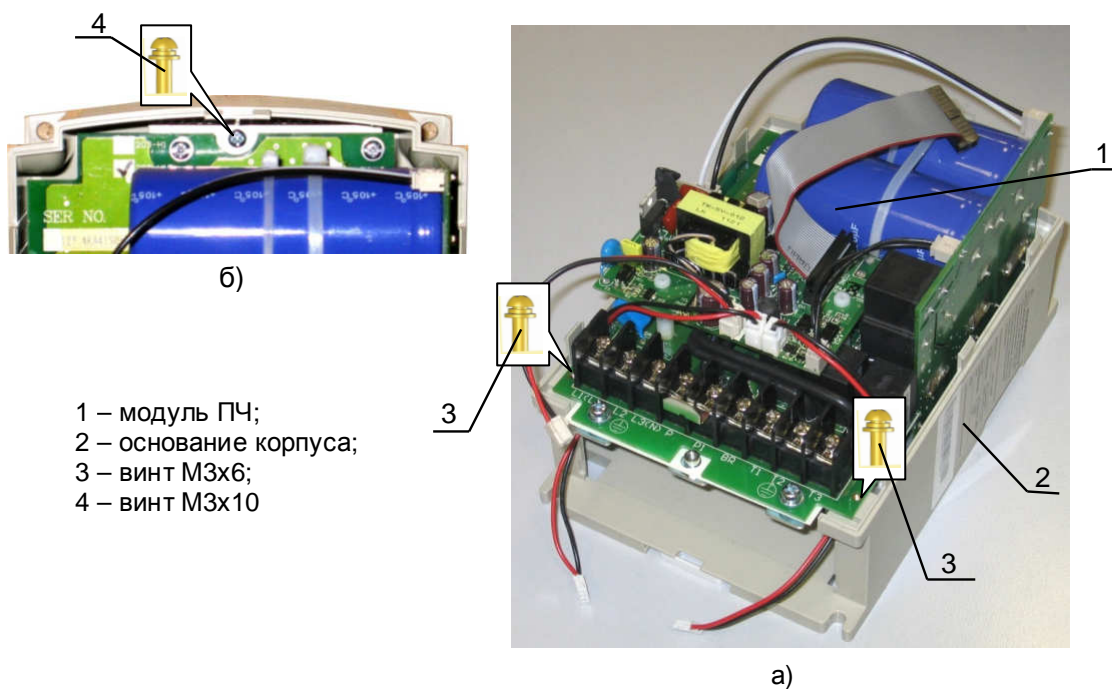

Рис. 7.14
7.6.1. Установить модуль ПЧ 1 в основание корпуса 2 (рис. 7.14).
7.6.2. Закрепить модуль ПЧ в основании корпуса двумя винтами 3 (рис.7.14а) и одним винтом 4 (рис. 7.14б).